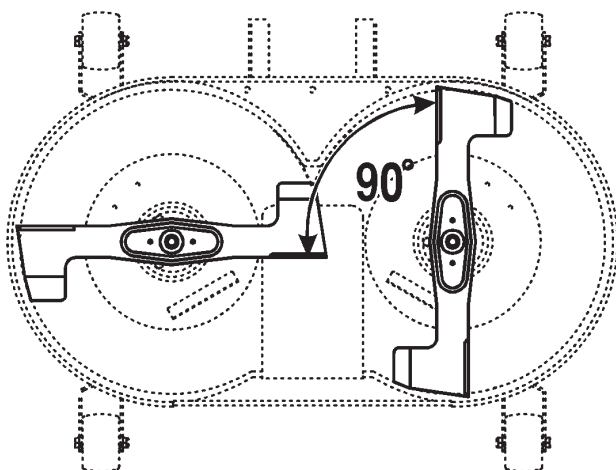

Figure 38
2. Placez les lames à 90 degrés l'une de l'autre (Fig. 38).